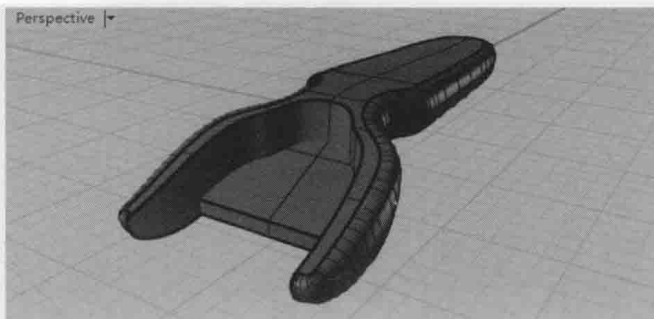

图 5-74 修剪曲面
(26) 再次利用【修剪】按钮 ，参照图 5-74 所示，修剪其余的曲面。将修剪后的曲面组合为一个对象。